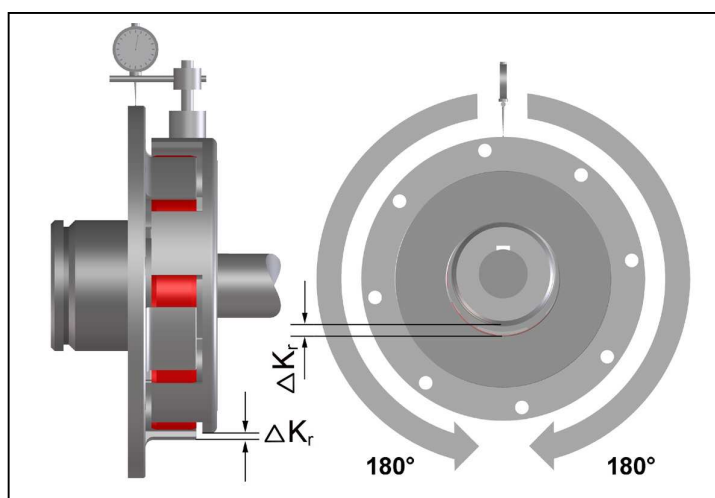

Bild 7
- Vermessen Sie eine ganze Umdrehung (360°). Ermitteln Sie dabei die größte Abweichung $Kr1$ sowie die kleinste Abweichung $Kr2$ (Bild 7). Berechnen Sie die Radialverlagerung $\Delta Kr = 0,5 \times (Kr1 - Kr2)$. Beachten Sie die Vorzeichen der Messwerte.